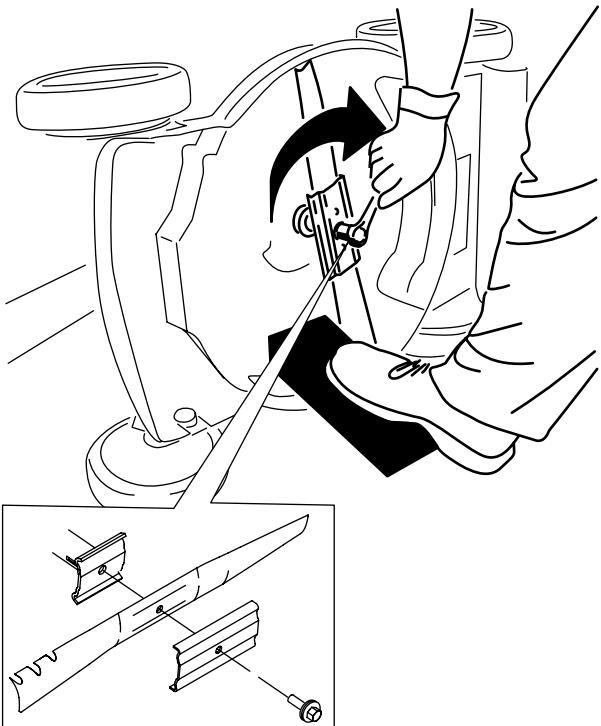

Figura 25
5. Instale lâmina nova e todo o equipamento de montagem (Figura 25).